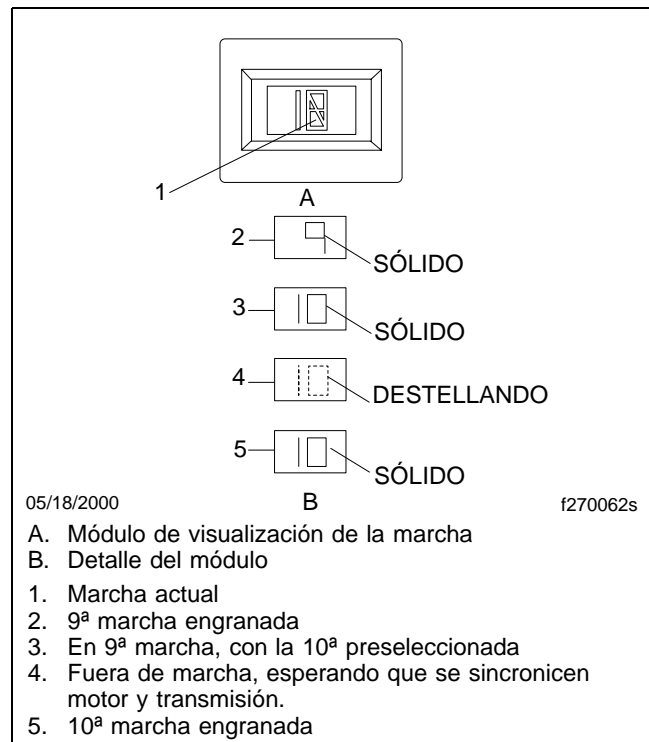

Figura 8.15, Módulo de visualización de la marcha
- El módulo de visualización de la marcha (Gear Display Module, **Figura 8.15**), situada en el tablero indica la posición actual de marcha o el estado de la transmisión. El módulo también parpadea la próxima marcha para engranar cuando la transmisión está en neutro durante un cambio de marcha.
2. Asegúrese que haya una "N" sólida en el módulo de visualización de marchas. Vea la **Figura 8.15**.